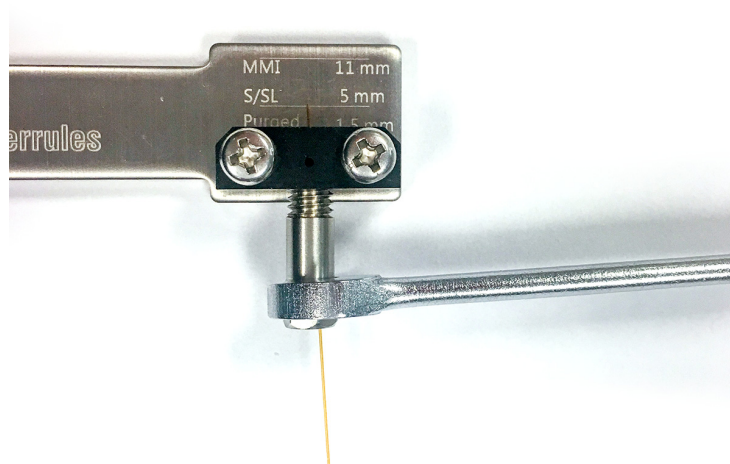

図 16. カラムナットの締め付け
- c フェラルがカラムに固定されているか確認します。固定されている場合は、それ以上締め付けしないでください。固定されていない場合は、5～15度の範囲で少しずつカラムナットを締めます。ナットを締めるたびに、フェラルがカラムに固定されているか確認します。固定されたらすぐに締め付けをやめます。図 16 を参照してください。